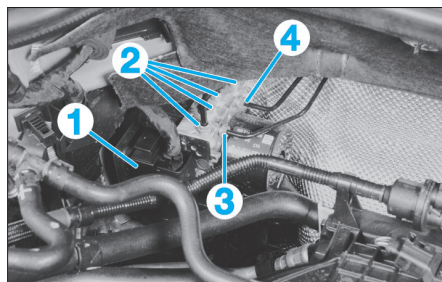

Fig. 19
- Déverrouiller le connecteur du calculateur d'ABS (1), en tirant son verrouillage vers le haut puis le débrancher en le tirant dans le sens de la flèche (Fig.19).